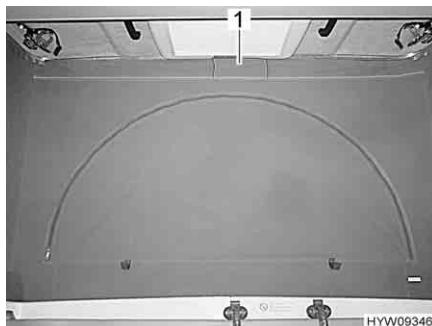

Fig. 50 Aerazione (chiusa)
- Aprire la chiusura a velcro della membrana in tessuto (Fig. 50,1) sotto il tetto a soffietto. Dietro la membrana in tessuto è stata applicata una zanzariera per impedire agli insetti di entrare.